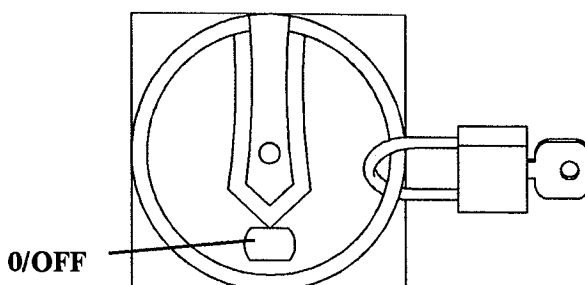

fig. 15
- Mechanically interlock the switch rotation and padlock into off position (fig. 15).
- Bloquear mecánicamente el giro del interruptor, mediante un candado o similar, a través del orificio. (fig. 15)
- Verrouiller mécaniquement la rotation de l'interrupteur, avec un cadenas ou objet similaire, par l'orifice (fig. 15).
- To remove and assemble the terminal box cover, the switch must be in **0/OFF** position (*fig. 15*).
- Para poder desmontar y montar la tapa de la caja de bornes, es necesario que el mando del interruptor esté en posición **0/OFF** (*fig. 15*).
- Pour démonter et monter le couvercle du boîtier de bornes, placer l'Interrupteur en position **0/OFF** (*fig. 15*).